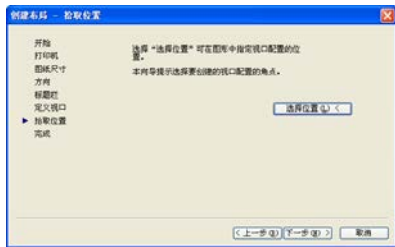

图 13.7 【创建布局一拾取位置】对话框
(7) 单击【下一步】按钮打开【创建布局一拾取位置】对话框, 如图 13.7 所示。